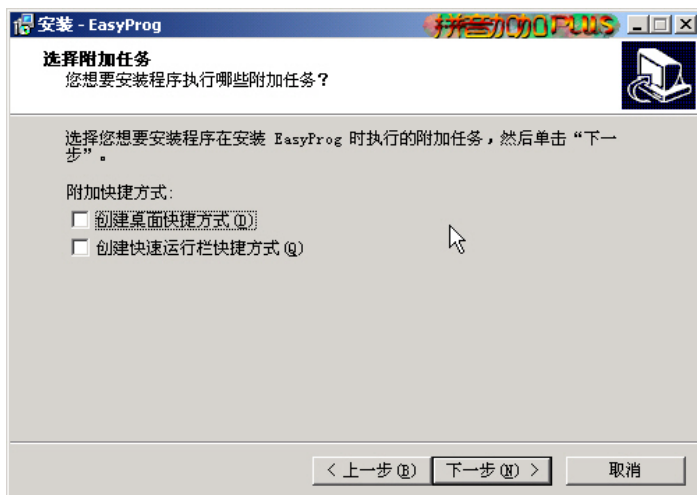

图 2-4
- ④ 单击 [下一步], 将确认是否在桌面、运行栏中生成快捷方式。如图 2-4: